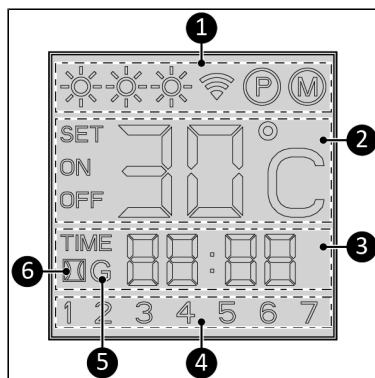

Figure 53.
Indication de statut (Figure 53, pos. 1) :
Témoin de température (Figure 53, pos. 2) :
Indication d'heure (Figure 53, pos. 3) :
Indication de jour (Figure 53, pos. 4) :
Témoin Wi-Fi (Figure 53, pos. 5) :
Détection fenêtre ouverte (Figure 53, pos. 6) :